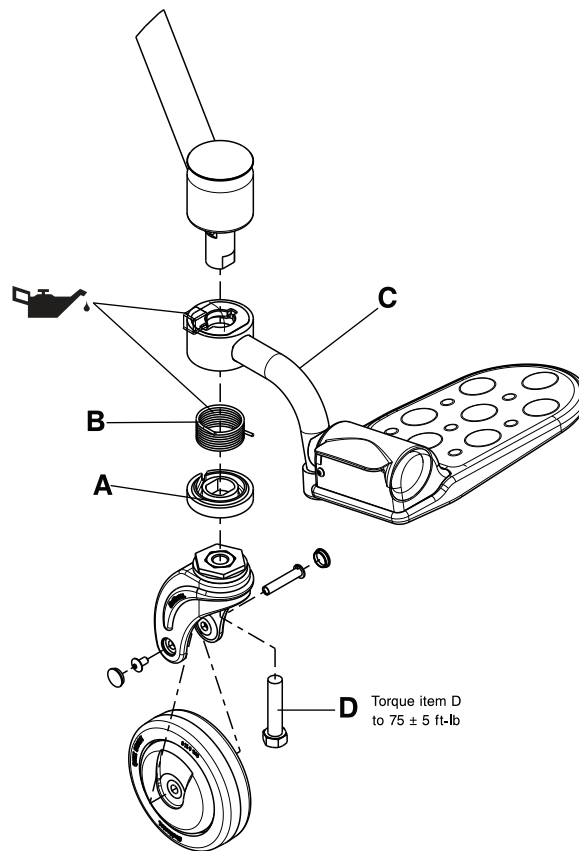

Figura 5-27: Substituição do apoio de pés giratório
4. Agarre e puxe para baixo para remover o suporte com mola do apoio de pés inferior (A). Elimine o suporte com mola do apoio de pés inferior.
5. Retire e elimine a mola de torção do apoio de pés (B).
7. Rode e puxe para baixo para retirar o conjunto de apoio de pés giratório (C). Elimine o conjunto.
8. Aplique o lubrificante Syntec (3000-200-719) às áreas aplicáveis (Figura 5-27 na página 5-45).
9. Inverta os passos 3 a 8 para instalar o conjunto de apoio de pés giratório fornecido. Com uma chave dinamométrica de 3/8", rode o perno da forquilha do rodízio (D) até  $75 \pm 5$  ft-lb ( $102 \pm 7$  Nm) antes de instalar o rodízio na forquilha.